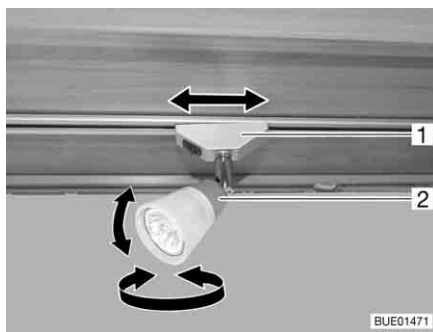
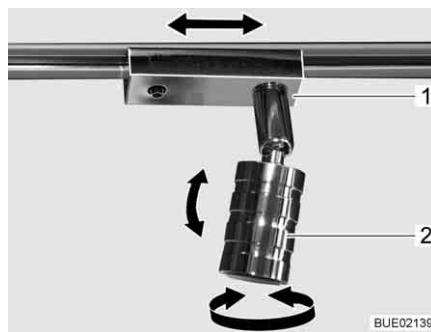

Bild 60 Spotlight
Bild 61 Spotlight (alternativ)
**Vrida:** ■ Ta tag i huset (Bild 60,2 resp. Bild 61,2) och vrid.
**Förskjuta:** ■ Ta tag i sockeln (Bild 60,1 resp. Bild 61,1) och vrid cirka 45°.
**Ta av:** ■ Ta tag i sockeln (Bild 60,1 resp. Bild 61,1) och vrid runt 90°.